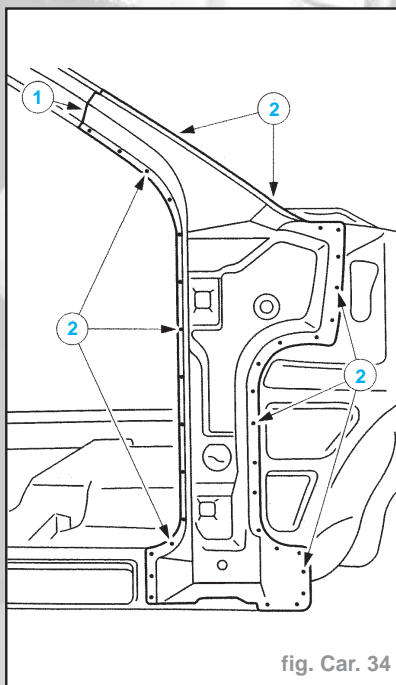

fig. Car. 34
- Découper le renfort du montant A (fig. CAR 34) :
- procéder à une découpe approximative au niveau du renfort de montant A (1).
- fraiser les points de soudure (2).